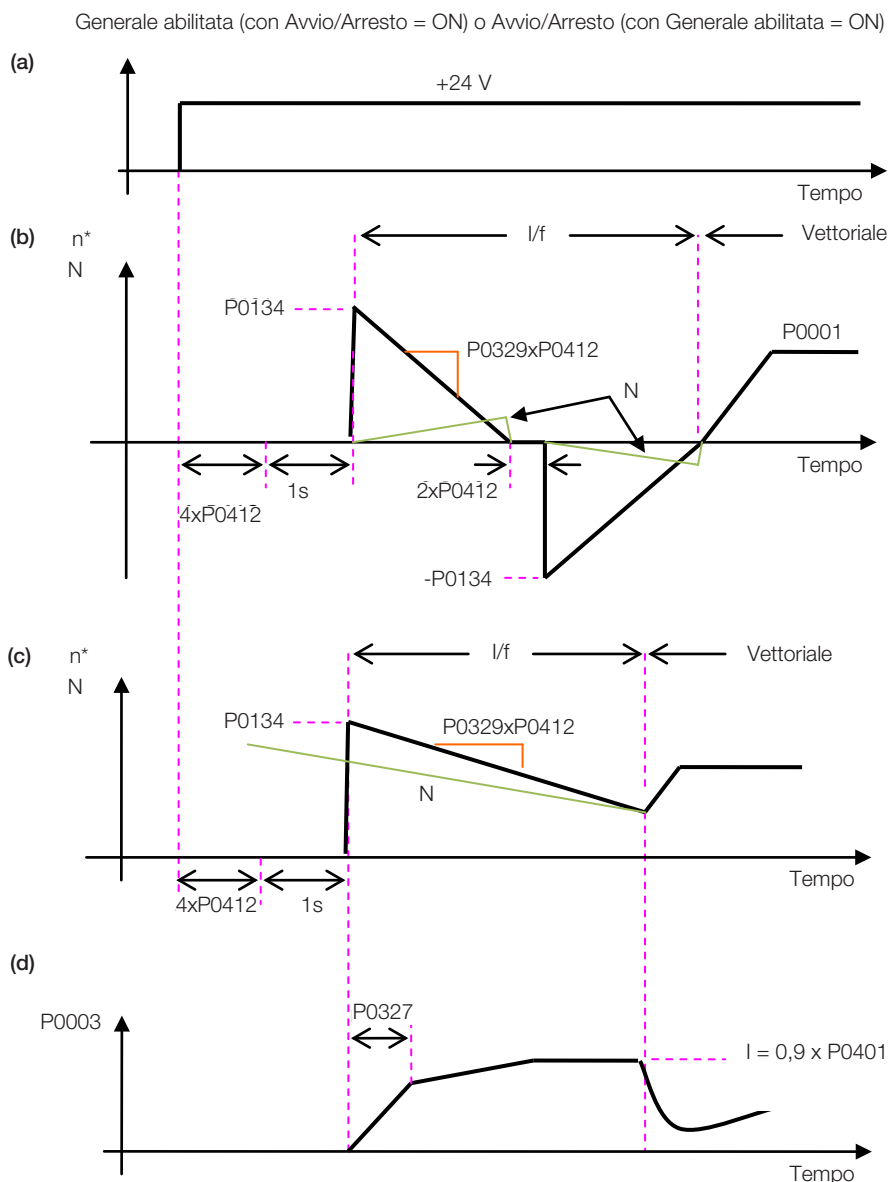

Figura 14.3: (a) - (d) Influenza di P0327 e P0329 durante l'avviamento volante (P0202 = 4)
Il comportamento della funzione Flying Start (FS) in modalità sensorless durante l'accelerazione e la riaccelerazione può essere compreso dalla Figura 14.3 a pagina 14-9.
La Figura 14.3 a pagina 14-9 mostra il comportamento del riferimento di velocità quando la funzione FS viene avviata con l'albero motore fermo e un valore ridotto (non ottimizzato) per P0329.
La Figura 14.3 a pagina 14-9 mostra il riferimento di velocità quando la funzione FS viene avviata con l'albero motore già in funzione nella direzione desiderata o con l'albero fermo e un parametro P0329 già ottimizzato.